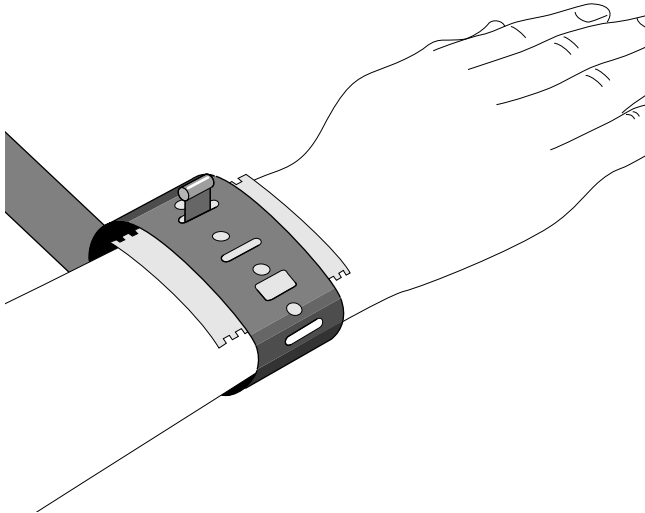

Bild 4-2. Befestigen der Plattenelektrode
- * Befestigen Sie die Elektrode mit dem Spannband (Bild 4-2):